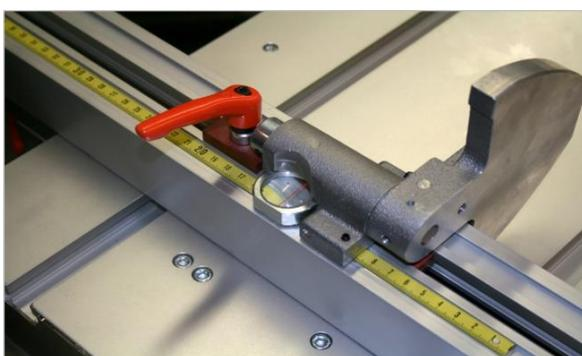

Figure 69 : butée à volet (à gauche de la lame de scie)
- Régler la cote précédemment réglée sur le guide télescopique à l'aide de la butée à volet du guide parallèle (voir ⇨ Figure 69).